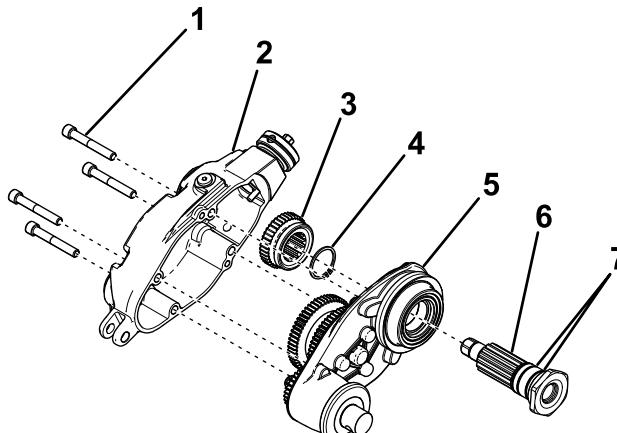

图5
1. 把2个O形圈安装到驱动轴上图5。
2. 将新驱动轴插入疏草刀壳体图5。
3. 安装之前卸下的卡环和驱动齿轮图5。
4. 用之前卸下的4个螺栓图5将疏草刀盖固定到疏草刀壳体上将螺栓扭矩上紧至810N·m。